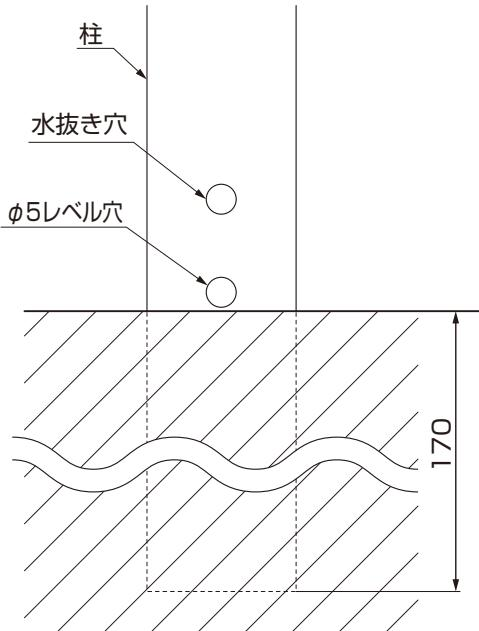

図1-1
- 主柱には上下の区別があります。スリーブが固定されている方が上側になります。(図1-1参照)
- 各柱のレベル穴は水平にそろえて取付けてください。水平にそろっていないとフェンスの連結ができなかったり、上部ラケットが取付かない場合があります。（図1-1参照）